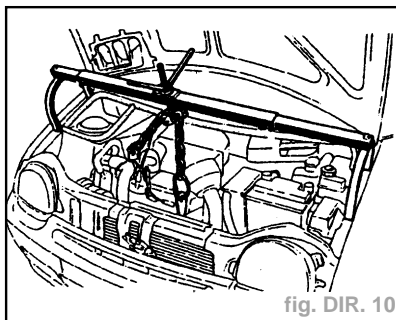

fig. DIR. 10
- Mettre en place le support moteur/boîte sur les anneaux de levage du moteur (chaînes en tension) (fig. DIR. 10).